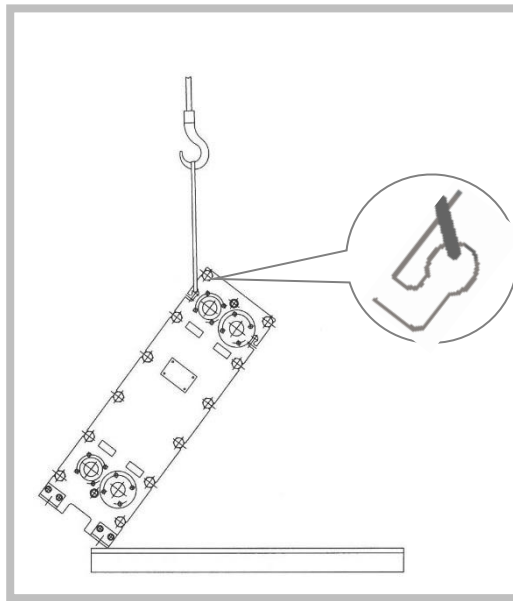

Figura 23
3. Levante el ICP lentamente del palet sobre el centro de gravedad (Figura 23). Asegúrese de que el medio de sujeción esté fijo y seguro en los ojales de enganche.